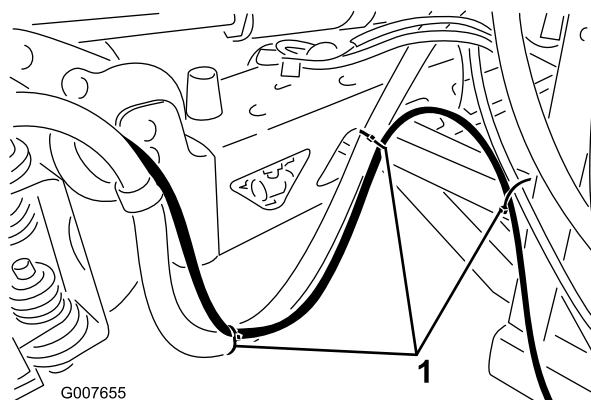

Рисунок 9
- С. Продолжайте прокладывать шланг вдоль уже имеющегося на стреле шланга подачи. С помощью пластиковых хомутов прикрепите шланг к поперечине в местах, указанных на Рисунок 9.